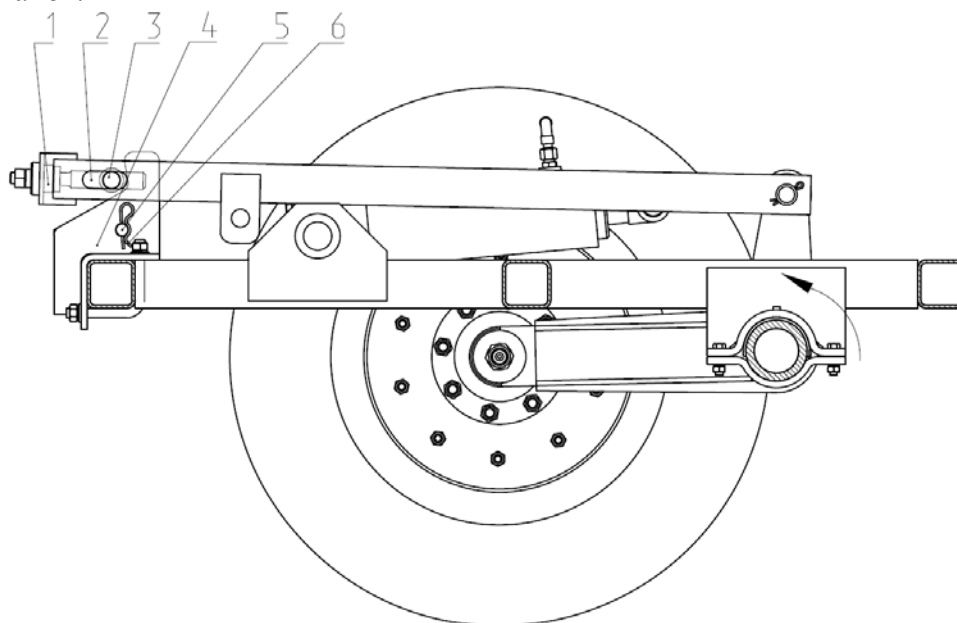

Рис.7 Положение транспортного фиксатора при работе культиватора.
2.10.3 При работе культиватора транспортный фиксатор применяется для изменения глубины хода рабочих органов (Рис.7). Вкручиванием или выкручиванием регулировочного винта 2 изменяется положение опорных колес и, тем самым, регулируется глубина хода рабочих органов.